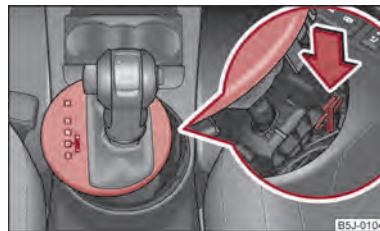

Fig. 86 Sbloccaggio d'emergenza della leva selettoria
- Premere con un dito l'elemento in plastica giallo verso il basso ⇒ fig. 86.